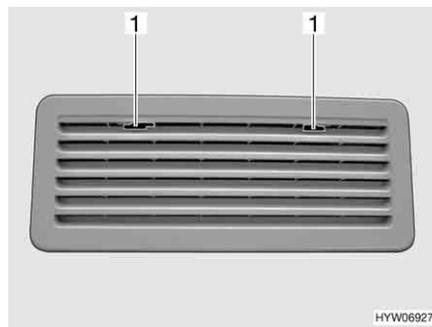

Fig. 164 Rejilla de ventilación del frigorífico (Thetford)
- Deslizar el bloqueo (Fig. 164,1) hacia el centro.